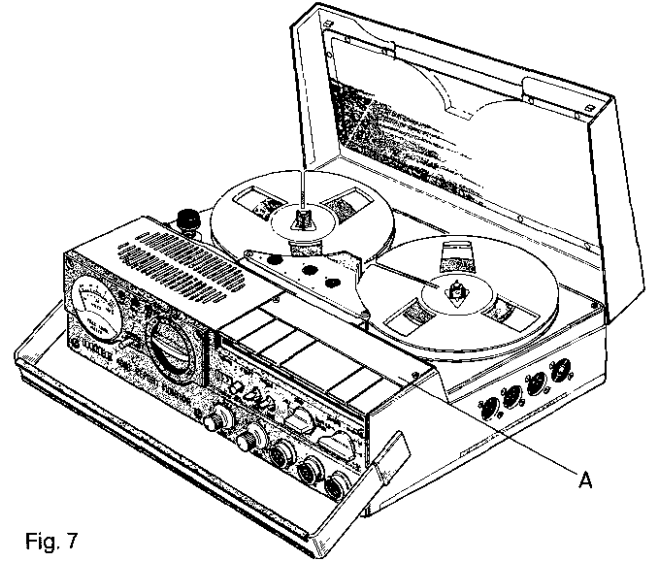
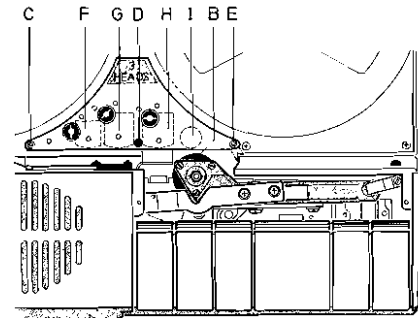

Fig. 7
Fig. 8
Pour le nettoyage du magnétophone, retirer la plaquette de recouvrement (A) située directement en arrière des touches de commande (voir Fig. 7). Le galet presseur (B), les guide-bandes (C, D, E) et les têtes magnétiques (F, G, H) sont ainsi aisément accessibles. Le nettoyage s'opère au mieux avec le troussage de nettoyage spécial UHER Z 172. Le cabestan (J) doit être également libéré de la poussière et des résidus de substance magnétique qui y adhèrent éventuellement (voir Fig. 8).